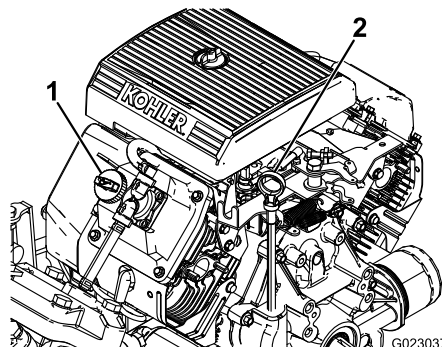

Figure 27
2. Retirez la jauge et essuyez-la sur un chiffon propre (Figure 27). Remettez la jauge dans le tube en l'enfonçant au maximum. Sortez de nouveau la jauge et vérifiez le niveau d'huile.
3. Si le niveau est trop bas, enlevez le bouchon de remplissage du couvre-culasse (Figure 27) et versez la quantité d'huile nécessaire dans l'orifice pour faire monter le niveau jusqu'au repère maximum de la jauge. Versez l'huile lentement et vérifiez souvent le niveau durant la procédure. Ne remplissez pas excessivement.
8. Versez lentement environ 80% de la quantité d'huile spécifiée dans le goulot de remplissage (Figure 27).